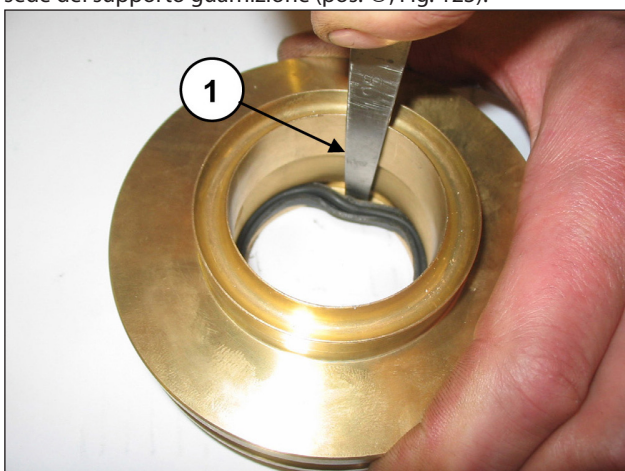

Fig. 123
Per togliere la guarnizione di bassa pressione è necessario utilizzare uno spessore o un attrezzo che non danneggi la sede del supporto guarnizione (pos. ①, Fig. 123).